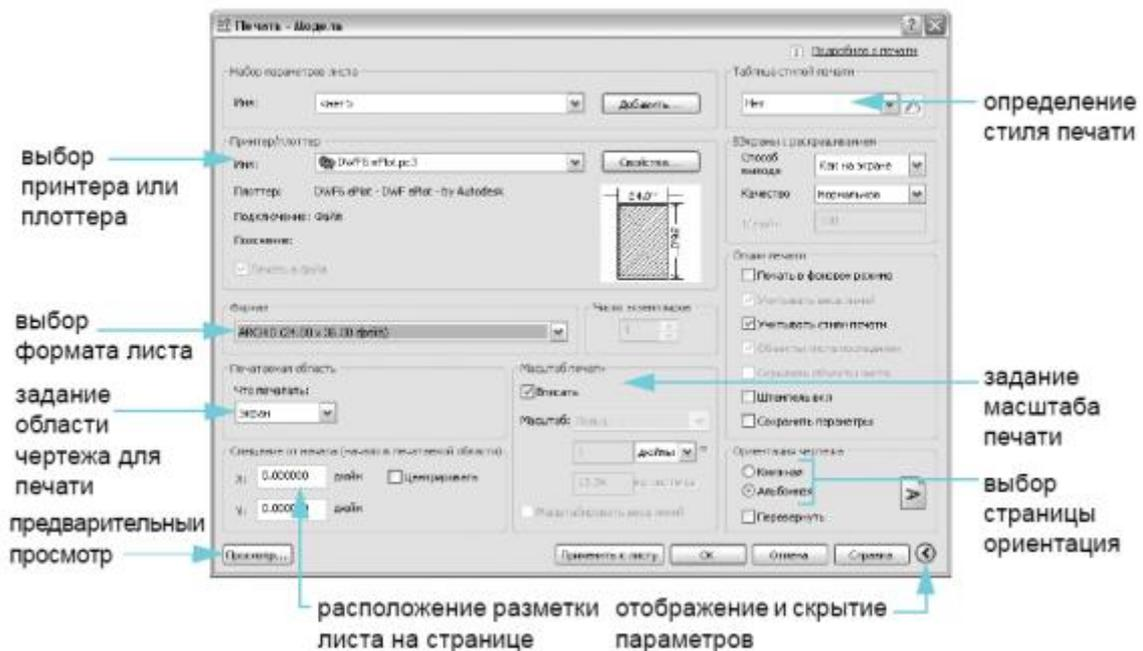

Рисунок 47. Диалоговое окно "Печать-Модель"
**Печать.** После завершения работы с чертежом его можно напечатать. В диалоговом окне "Печать" следует выбрать принтер или плоттер и другие параметры печати (см. рис. 47).